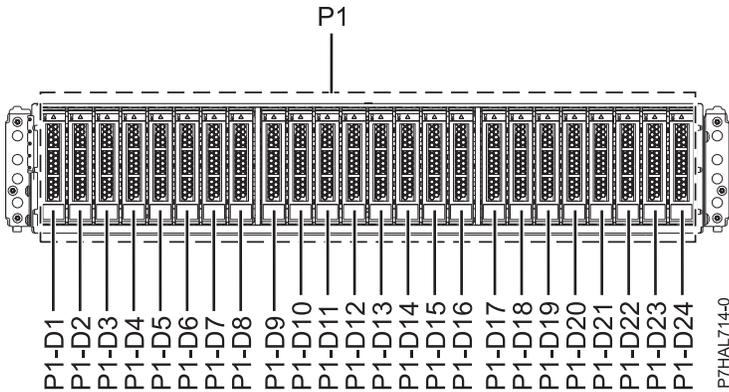
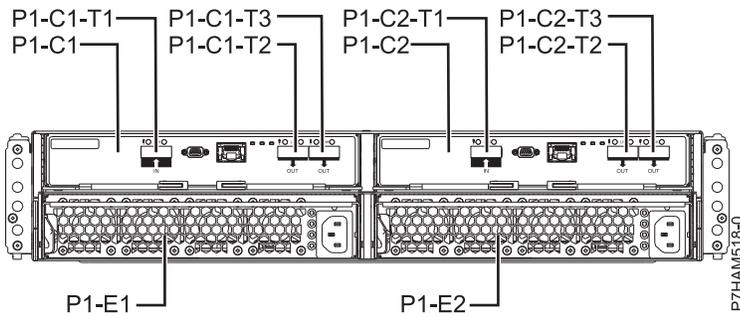

Figure 45. Vue avant du boîtier d'unité de disque 5887 illustrant les emplacements des unités de disque
Figure 46. Vue arrière du boîtier d'unité de disque 5887
1. Identifiez le composant et le boîtier sur lesquels vous souhaitez intervenir. Les emplacements des unités de disque et des unités SSD sont situés à l'avant du boîtier. La figure 45, à la page 48 et la figure 46, à la page 48 montrent les vues avant et arrière du boîtier d'unité de disque 5887 et les emplacements des unités de disque dans le boîtier d'unité de disque 5887.